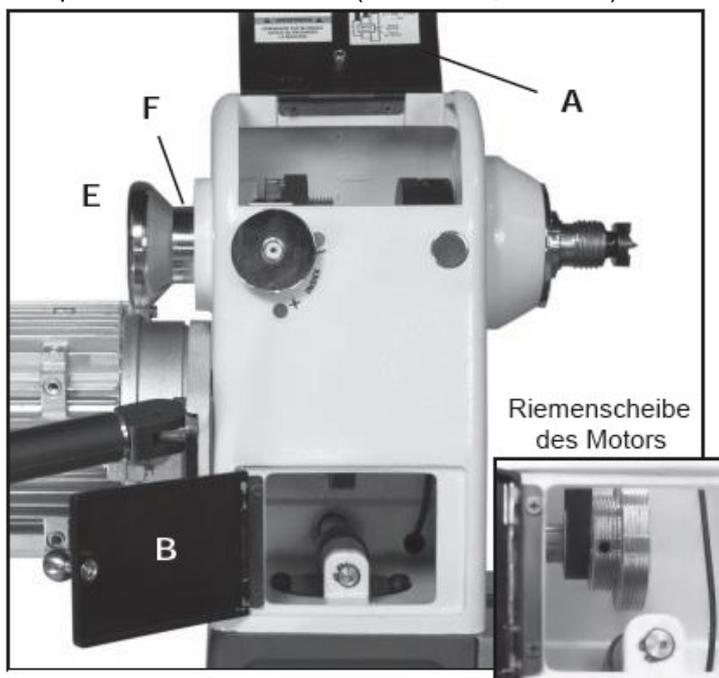

Abb.8-9: Änderung der Spindeldrehzahl
2. Öffnen Sie die Riemenabdeckungen, um Zugang zu den Riemen und Riemenscheiben im Inneren des Spindelstocks zu erhalten (Pos. A & B, Abb. 8-9).
6. Schließen Sie die beiden vorderen Riemenabdeckungen am Spindelstock, um die Riemen, die Riemenscheiben und das Innere der Maschine vor Staub und Schmutz zu schützen (Pos. A & B, Abb. 8-9).